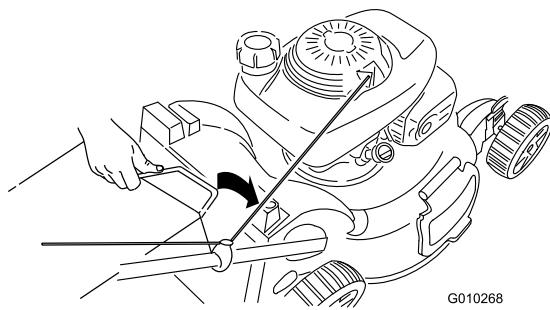

Рисунок 33
- Вставьте ручку мешка для травы в канавки на верхней части газонокосилки (Рисунок 33).